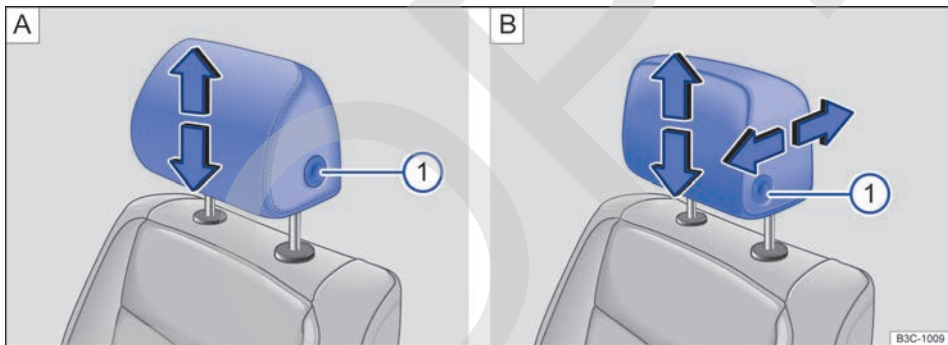
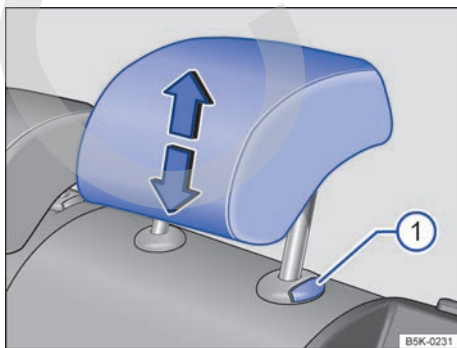

Fig. 62 Ajuste de los apoyacabezas delanteros: **A** Sin posibilidad de ajuste longitudinal. **B** Con posibilidad de ajuste longitudinal.
Fig. 63 Ajuste de los apoyacabezas traseros.
- Desplace el apoyacabezas en el sentido de una de las flechas verticales: o bien hacia arriba, o bien hacia abajo a la vez que presiona la tecla → fig. 62 ① o → fig. 63 ① → ▲.
- Desplace el apoyacabezas en el sentido de una de las flechas horizontales: o bien hacia delante, o bien hacia atrás a la vez que presiona la tecla → fig. 62 ② ①.